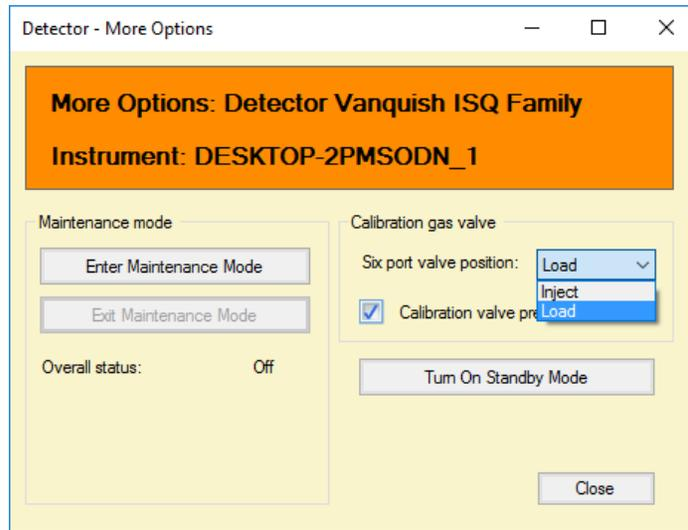

Abbildung 56: Durchspülen der Kalibriersubstanz
- 1) Setzen Sie im Fenster **Detector-More Options** (Detektor – Weitere Optionen) die Ventilposition mithilfe des Dropdown-Menüs auf **Load** (Laden). Siehe Abbildung 56.